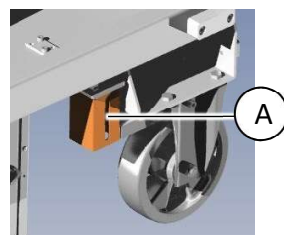

Abb. 7
- Überprüfen Sie durch den Schlitz im Vorderradbremssatz (A Abb. 7), dass die Federn, die den Mechanismus antreiben, nicht gebrochen und/ oder beschädigt sind.